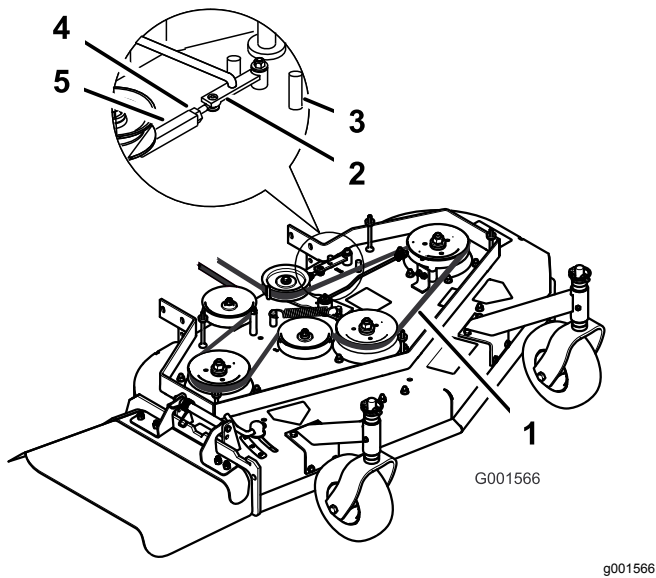

Figura 44
3. Afloje la contratuerca del tensor (Figura 44).
Nota: La tensión correcta de la correa del cortacésped es de 44 – 67 N·m (10 – 15 pies-libra) con la correa desviada 13 mm (1/2") en el punto intermedio entre las poleas (Figura 44).